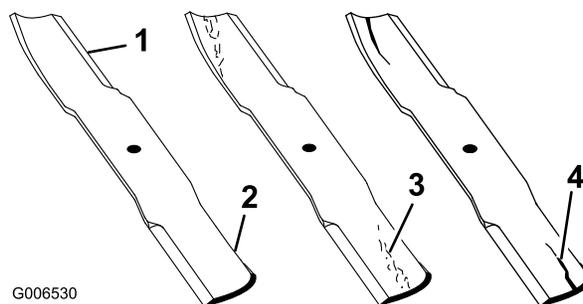

Figure 74
- Examinez le tranchant des lames (Figure 74). Si les lames coupent mal ou présentent des indentations, déposez-les et aiguisiez-les (voir Aiguisage des lames).
- Inspectez les lames, surtout la partie relevée (Figure 74). Remplacez immédiatement toute lame endommagée, usée ou qui présente une entaille (Figure 74).